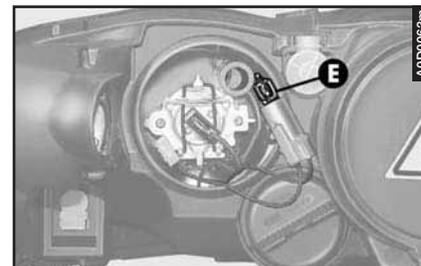

fig. 34
- Sfilare la lampada (**E-fig. 34**) dal portalampada, premendola leggermente e ruotandola in senso antiorario.